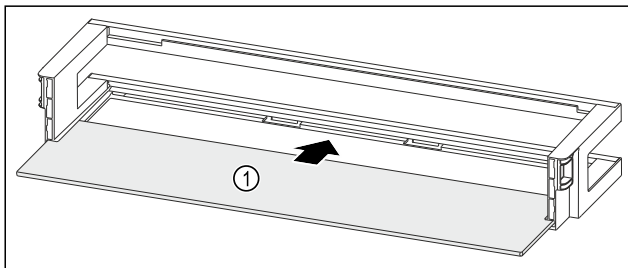

Fig. 141 Türabsteller mit Abstellfläche
- ▶ Abstellfläche Fig. 141 (1) in die seitlichen Aussparungen einschieben.